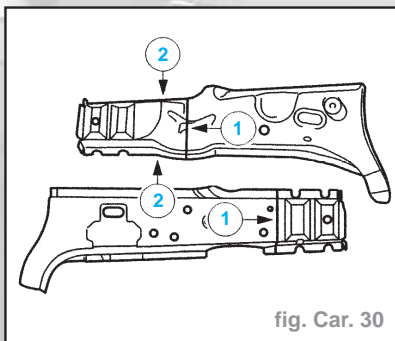

fig. Car. 30
- Préparer les éléments restés en place sur le véhicule et les pièces neuves (fig. Car. 30) :
- découper la pièce neuve aux dimensions prescrites (1).
- réaliser le perçage en vue de la liaison par bouchonnage (2).